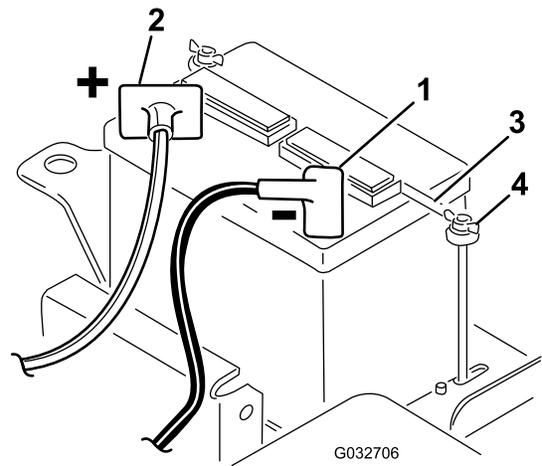

Bild 5
2. Schließen Sie das Pluskabel der Batterie (rot) vom Startermagnet an den positiven Pol (+) der Batterie an (Bild 5). Befestigen Sie sie mit einer Schlossschraube und einer Mutter.
5. Montieren Sie die Batterieklemme und die Scheiben und ziehen Sie sie mit den Flügelmuttern an (Bild 5).